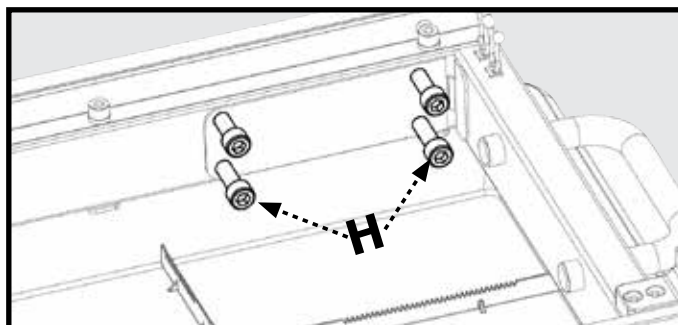

Figure 7
2. Fixez le bras de scie à l'aide des quatre vis à tête hexagonale M10 X 60 (H1) et de la clé Allen de 8 mm (H2), comme indiqué dans la figure 7.